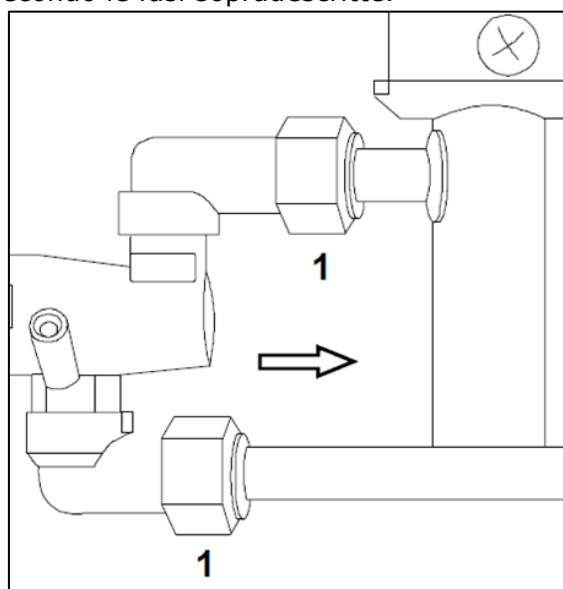

FIG.19
- Scollegare il rubinetto dai rispettivi raccordi di collegamento alle tubazioni del gas (FIG.19 - Rif.1).